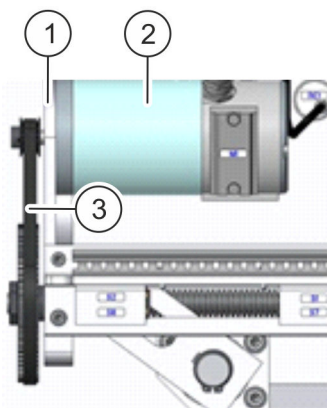

Abb. 24: Motorbefestigung lösen
6. ➤ Schrauben der Motorbefestigung (Abb. 24/1) lösen.
7. ➤ Zahnriemen (Abb. 24/3) abnehmen.
8. ➤ Motor (Abb. 24/2) entnehmen.
9. ➤ Neuen Motor (Abb. 24/2) einsetzen und an der Motorbefestigung (Abb. 24/1) mit den Schrauben leicht festziehen.
10. ➤ Zahnriemen (Abb. 24/3) auflegen.
11. ➤ Schrauben der Motorhalterung (Abb. 24/1) festziehen (Anziehdrehmoment 12 – 16 Nm).